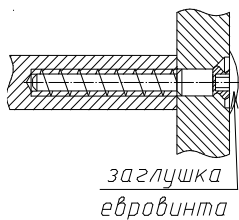

Рис.1
1. Собрать каркас вешалки по схеме сборки с помощью евровинтов (рис.1) и шурупов $\text{Ø}4 \times 30$.